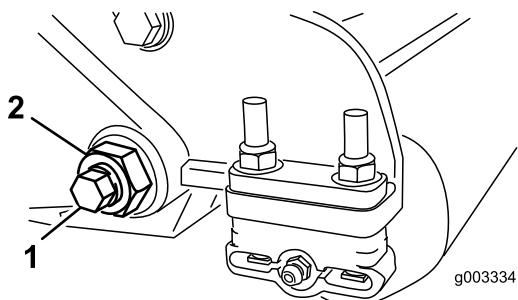

Bild 28
- Lösen Sie an jeder Seite der Maschine die Klemmmutter, mit der die Schraube des Untermesserträgers befestigt ist (Bild 28).
- Nehmen Sie jede Schraube des Untermesserträgers ab, damit der Untermesserträger nach unten gezogen und von der Maschine entfernt werden kann (Bild 28).